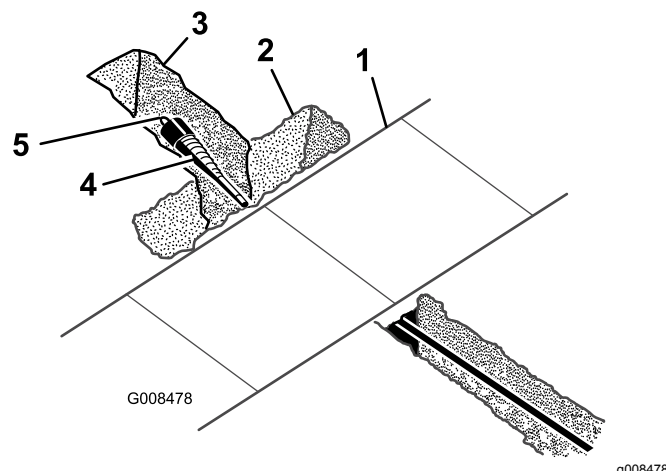

Figure 6
2. Retirez le trépan de forage et fixez l'alésoir (Figure 6).
3. Fixez le câble ou la tuyauterie installé(e) au pivot à l'extrémité de l'alésoir (Figure 6).
1. Avec une pelle, dégager avec précaution les abords du trépan afin de pouvoir le sortir (Figure 6).